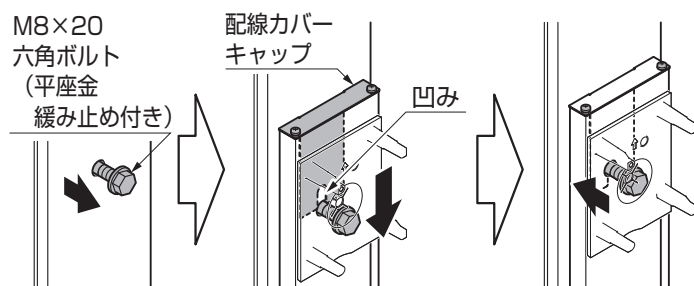

図3-1 ブラケットがある場合
- ⑪・ブラケットがある場合、カーポート柱の六角ボルトを緩め、配線カバーキャップの凹みをはさんで固定してください。（図3-1参照）